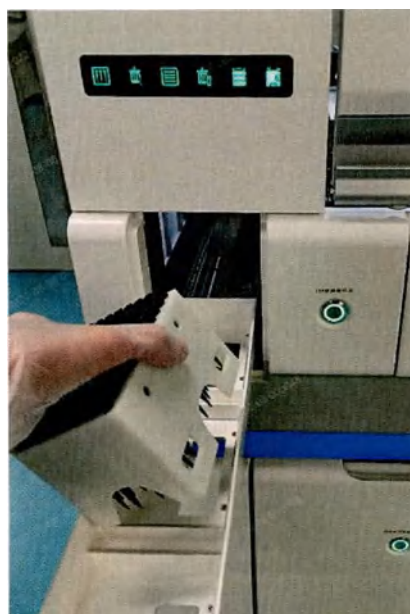

Рис. 4.2-2. Загрузка новых одноразовых наконечников
5. Возьмитесь за обе стороны нового блока наконечников и установите в свободную позицию в выдвижном отсеке (см. рисунок 4.2-2).